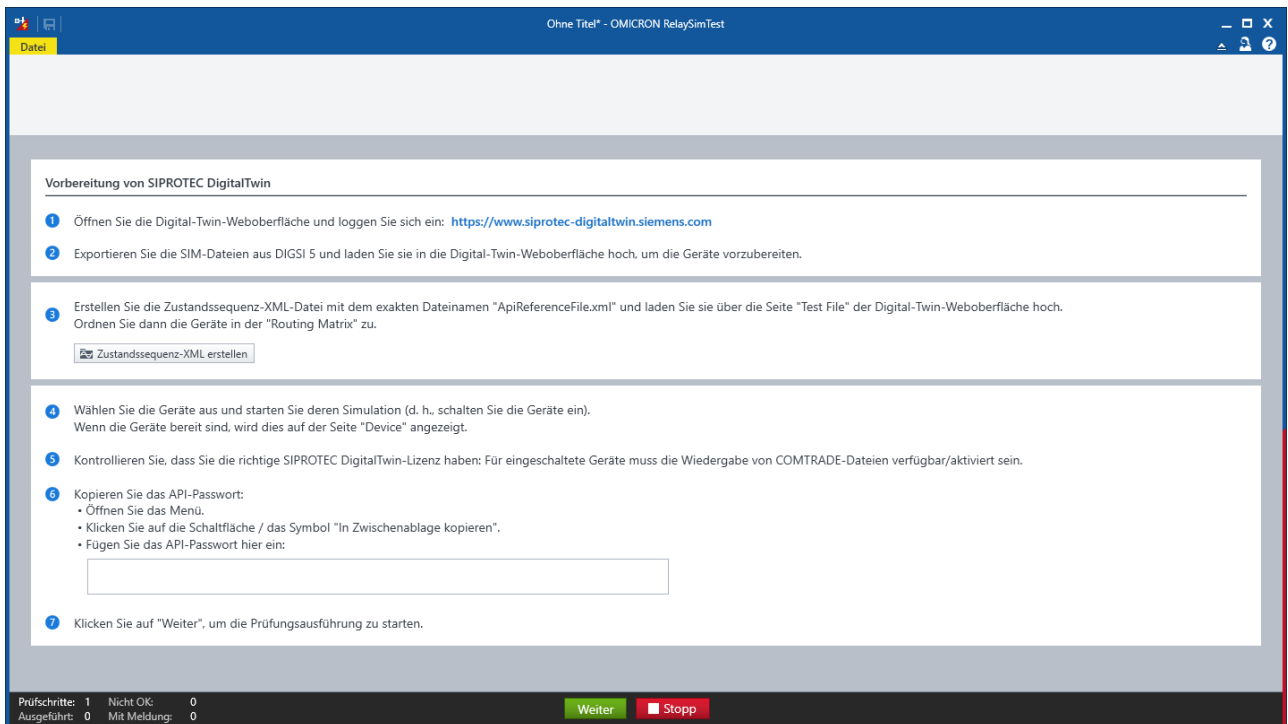

Abbildung 2: Dialog „Vorbereitung von SIPROTEC DigitalTwin“
1. Führen Sie eine Prüfung mit einem Digital Twin aus. Befolgen Sie dazu die Anweisungen im Dialog **Vorbereitung von SIPROTEC DigitalTwin** (siehe Abbildung 2).